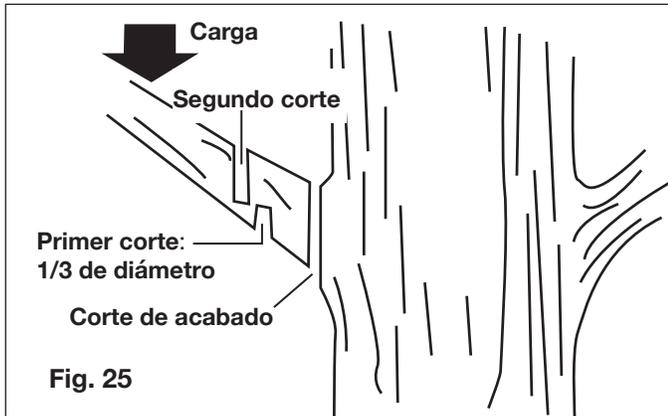

Fig. 25
- Corte la rama por debajo, a 1/3 de su diámetro. Este será su primer corte. Su segundo corte deberá ser por encima, para que la rama se desprenda (Fig. 25). Esté listo para balancear el peso de la motosierra de altura cuando la rama se caiga.